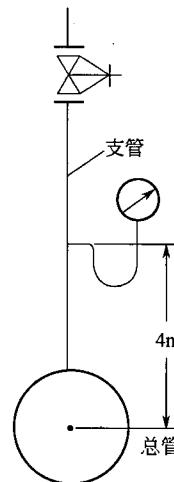

图 1-2 输油管路
(9) 有一条输油管路如图 1-2 所示, 支管上的压力表距总管高度为 4m, 压力表值为 0.2MPa, 油密度为 800 kg/m^3 。试求出总管内表压为多少?